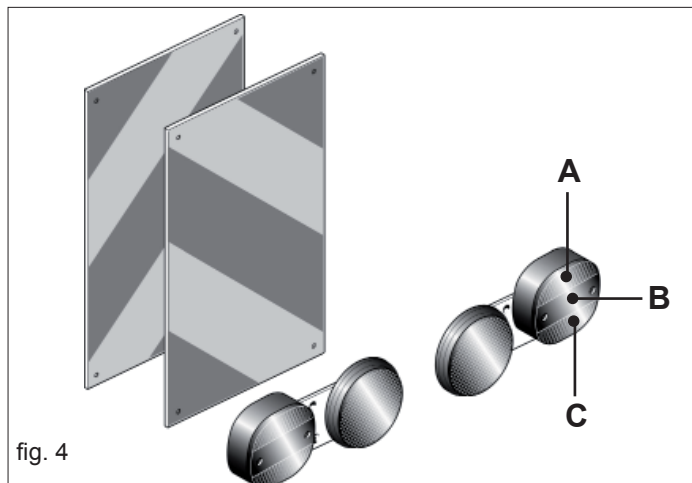

fig. 4
- 9) Si las dimensiones de los aparatos cargados o semi-cargados no permiten la visibilidad de los dispositivos de indicación e iluminación de la motriz, dichos dispositivos deberán ser instalados adecuadamente sobre los aparatos en sí, ateniéndose a las normas del código del tránsito vigente en el País. Asegurarse, mientras viene utilizado, que la instalación de las luces se encuentre perfectamente en función. Se recuerda, además que la correcta secuencia de las indicaciones de los faros prevé (Fig. 4):